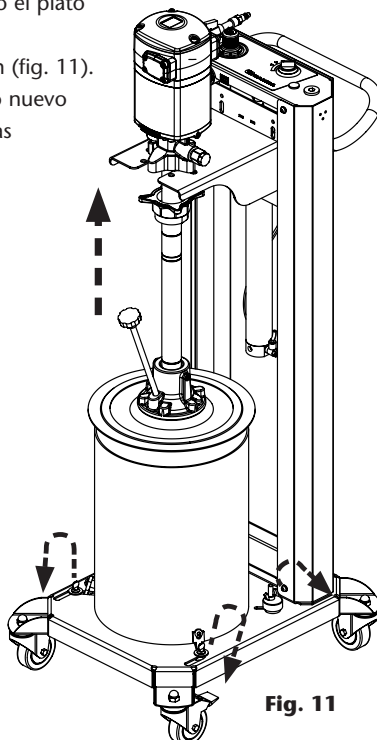

Fig. 11
2. Seleccione la posición "up" en el mando del elevador, para conseguir que tanto la bomba como el plato lleguen a la parte superior (fig. 11).
3. Abra las grapas de fijación del bidón (fig. 11).